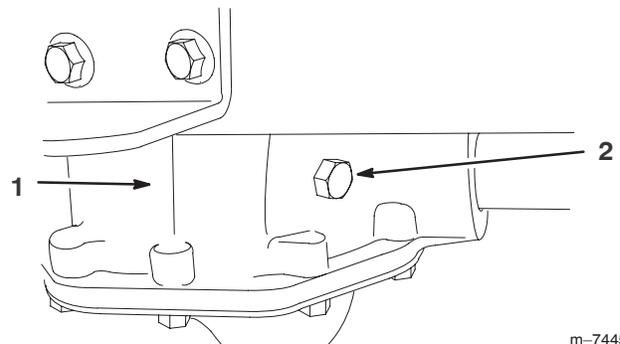

Bild 40
2. Entfernen Sie die Sicherungsschraube an der Antriebsachse (Bild 40).